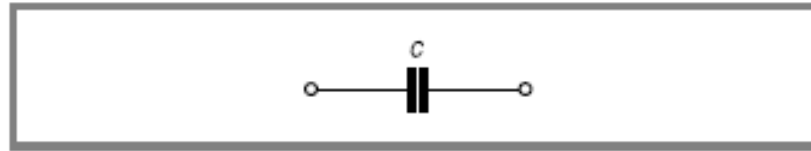

Figure 2.1 - Symbole normalisé d'un condensateur.
- Sur les schémas, le condensateur est représenté par son symbole normalisé (figure 2.1).